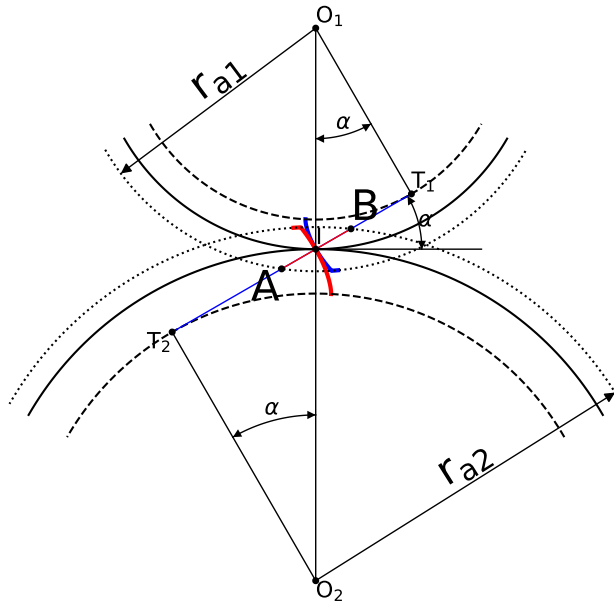

Figura 3: Entre-eixo de corte
O entre-eixo de corte é calculado pela soma dos raios primitivos de corte do pinhão ( $r_1$ ) e da roda ( $r_2$ ), equação (6) e Figura 3